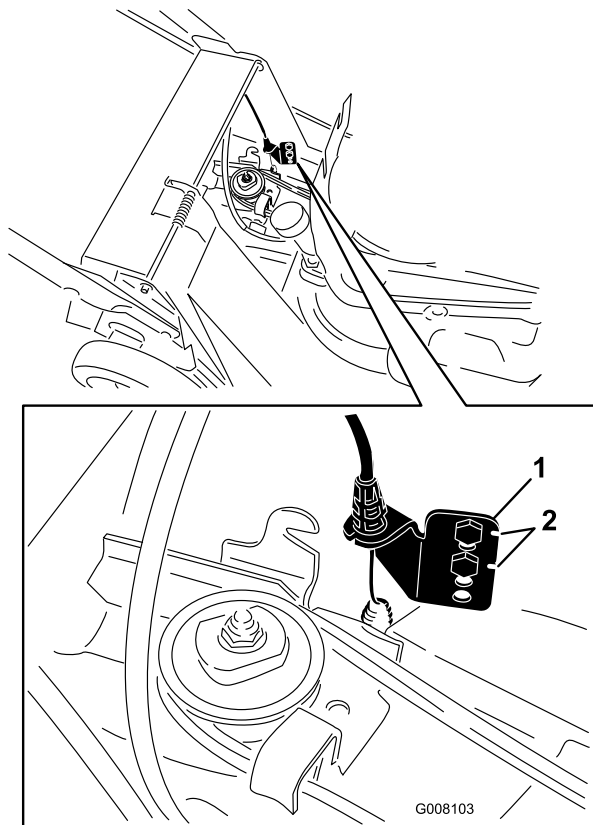

Figura 27
Nota: Cuando instale una correa nueva, vuelva a colocar el soporte de anclaje inferior a su posición original de fábrica, indicada por las muescas situadas junto a los taladros del soporte (Figura 27).
7. Retire los tornillos del soporte de anclaje inferior (Figura 27).
8. Mueva el soporte de anclaje un taladro hacia arriba (Figura 27).